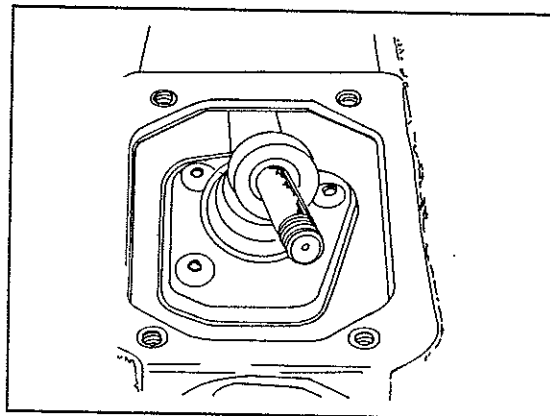

Bild 137
- Schalthebel ausbauen. Dazu drei Schrauben lösen und den Hebel vom Schaltgehäuse abziehen (Bild 137).